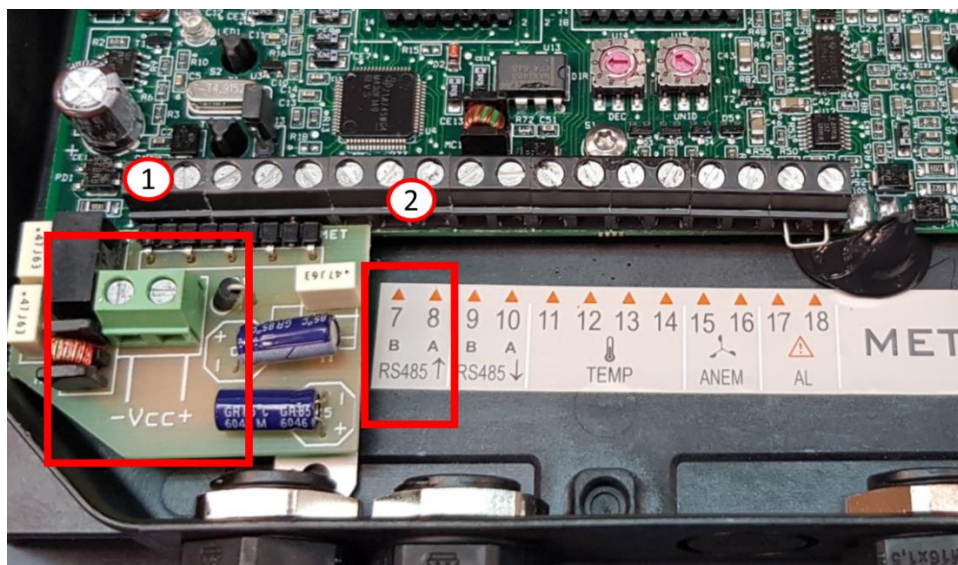

Figura 4. Estación meteorológica
- Identifique la bornera de alimentación Vcc (ver 1 en Figura 4).
- Identifique los pines 7 y 8 en la estación meteorológica (ver 2 en figura 4).